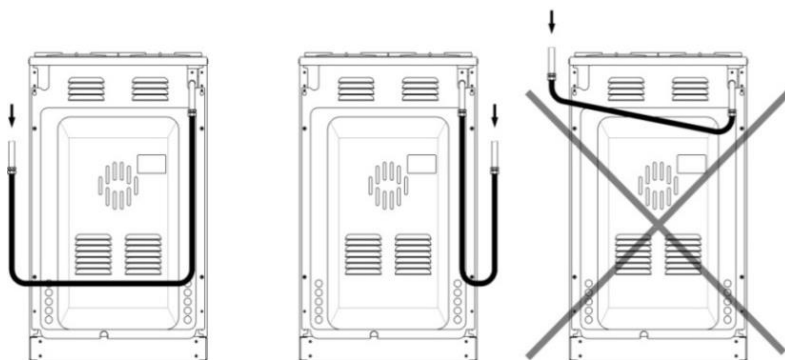

Рис. 2 Положение соединительного шланга
- гибкий соединительный шланг не должен проходить в зоне горячего воздуха дымохода и касаться задней стенки плиты (Рис.2);
Внимание! После установки плиты на место обязательно проверьте положение гибкого шланга подвода газа и шнура питания (Рис.2)